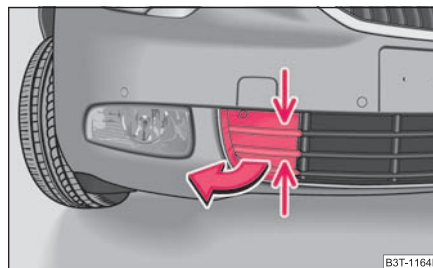

Abb. 236 Vorderer Stoßfänger: Schutzgitter
- Greifen Sie das Gitter an den mit Pfeilen gekennzeichneten Stellen ⇒ Abb. 236 an und nehmen Sie es heraus.